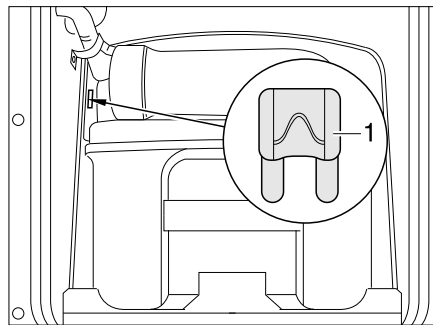
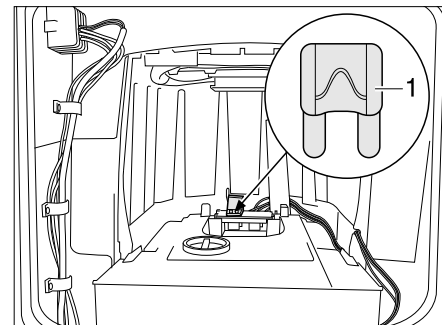

Bild 158 Sicherung der Thetford-Toilette
Bild 159 Sicherung der Thetford-Toilette (Alternative)
- Die Sicherung (Bild 158,1 bzw. Bild 159,1) wechseln.